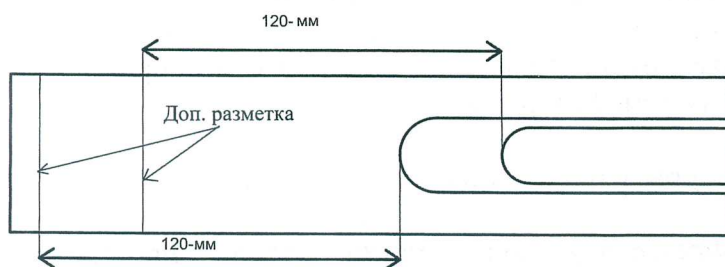

Рис. 3
- для удобства, чтобы не искать риски, подгоняя фрезу к ним, рекомендуется произвести дополнительную разметку (Рис.3). Для этого, произведите замер длины от профиля со стороны трубицы до внутренней стороны упора уголка (куда упирается размерная втулка). К примеру, данная дли будет составлять 120 мм. Данная разметка служит ориентиром для установки каретки. На нее следует устанавливать край профиля (со стороны трубицы).